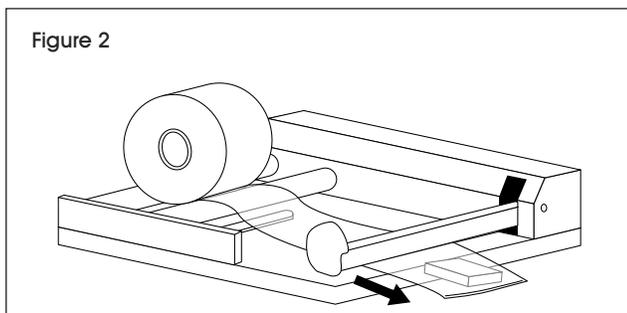

Figure 2
(See Figure 2)
5. Détachez du rouleau la partie du film contenant le produit, tout en gardant la scelleuse activée. (Voir Figure 2)